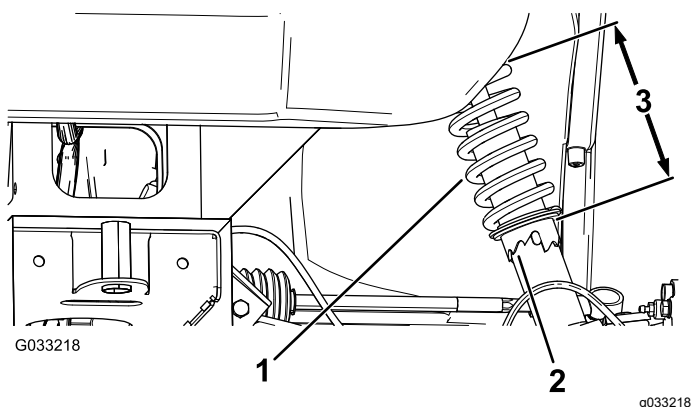

Figura 45
2. Se la campanatura della ruota non è regolata correttamente, usate la chiave fissa per ruotare il collare dell'ammortizzatore per allineare la ruota (Figura 45).